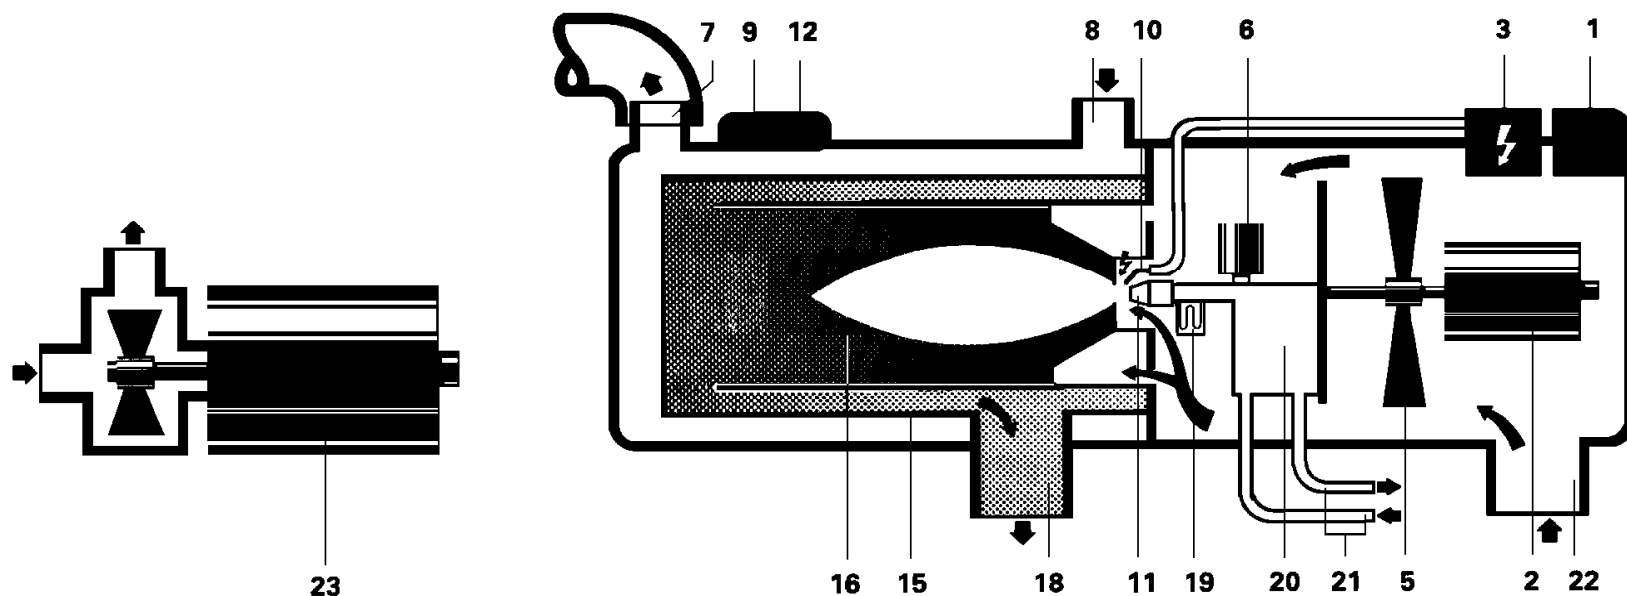

Рис.1 Подогреватель жидкостный
Устройство подогревателя серии DBW показано на рис.1.
- По истечении года эксплуатации подогревателя необходимо произвести его техническое обслуживание в сервисном центре фирмы «Сферос» или в авторизованном сервисном центре. При этом рекомендуется замена камеры сгорания 16 (см. рис.1).